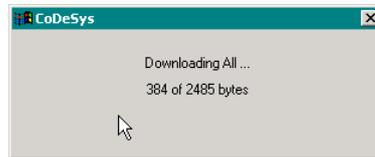

Рис. 25. Отображение хода загрузки программы
2. Нажмите кнопку **Yes**. На экран будет выведено окно, отображающее ход загрузки программы, показанное на рис. 25. Обратите внимание, что в данном окне отображается ход загрузки только исполняемого кода приложения. Когда исполняемый код программы загружен, начинается загрузка секции конфигурации контроллера, а затем других секций, однако счетчик в окне показывает, будто бы загрузка остановилась. Указанная ситуация особенно заметна в больших проектах, когда конфигурация контроллера содержит большое количество модулей ввода-вывода и/или коммуникационных объектов сетевых протоколов.